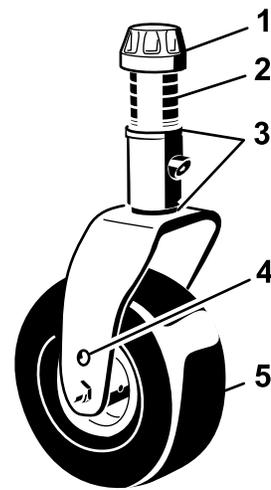

Figura 15
2. Coloque los ejes de las ruedas giratorias en el mismo taladro en todas las horquillas (Figura 15).
3. Retire el casquillo tensor del eje (Figura 15) y deslice el eje fuera del brazo de la rueda giratoria.